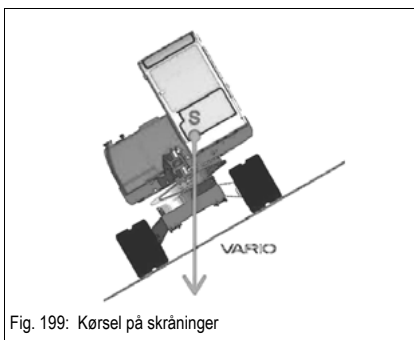

Fig. 199: Kørsel på skråninger
Af sikkerhedshensyn må man ved kørsel på tværs af skråninger kun vælge den excenterposition, der er vist i Fig. 199.
- For at komme til at stå bedre fast ved kørsel på tværs af en skråning skal køretøjet svinges imod skråningen som vist i Fig. 199.